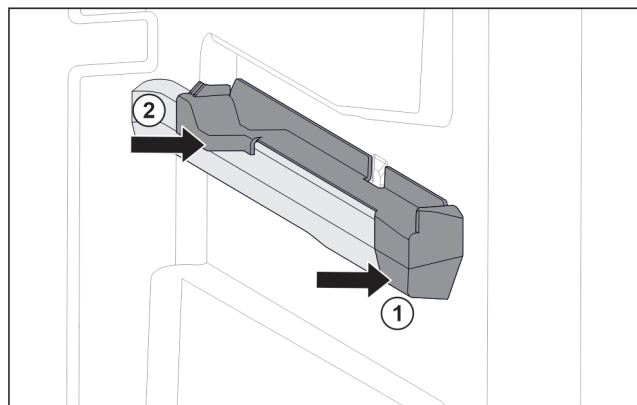

Fig. 142 Élément emboîtable sur la nervure de récipient droite
- Poser le devant de l'élément emboîtable contre la nervure de récipient. Fig. 142 (1)
- Enfoncer l'arrière de l'élément emboîtable. Fig. 142 (2)